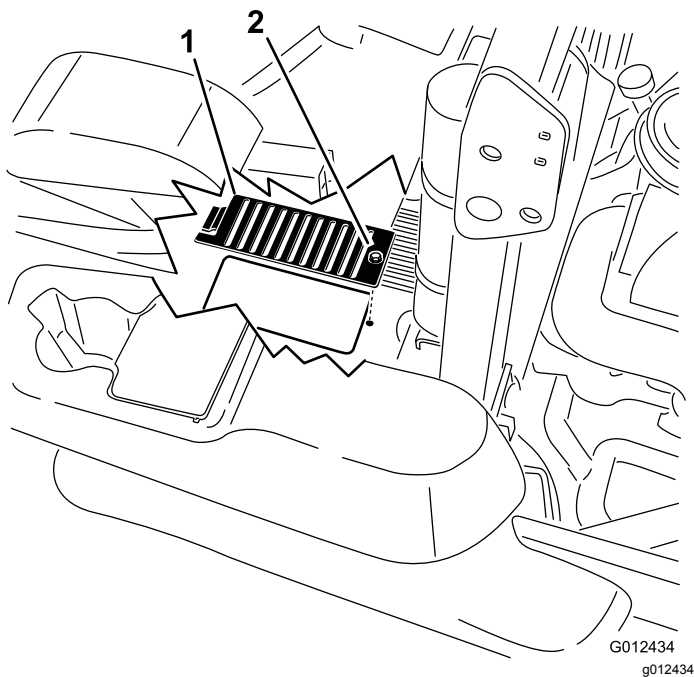

Figura 81
6. Por cima de cada vareta, retire a cobertura e o parafuso preso à cobertura. Limpe em torno de cada vareta e unidade hidráulica (Figura 81).